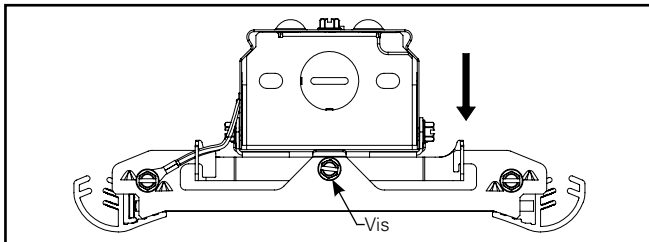

Figure 5.4.
- D. Placez la languette épaisse à l'intérieur de la rainure dans le support de la charnière du boîtier (figure 5.4).